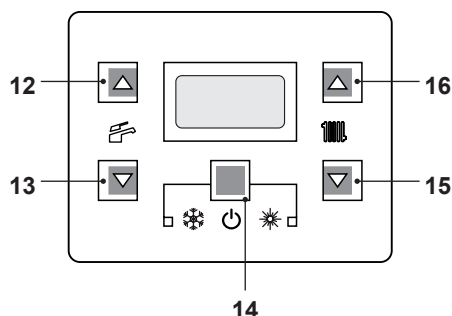
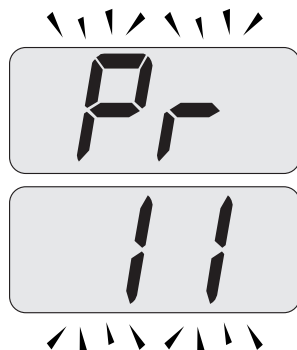
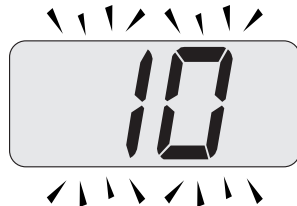

Figura 5.37
Figura 5.39
Figura 5.40
- Entrare in "modalità programmazione" premendo contemporaneamente per 10 secondi i tasti 14 - 15 - 16 (Figura 5.37) fino a far apparire sul display LCD le lettere **Pr** che si alternano con il codice **01**,
- Scorrere i vari parametri utilizzando i tasti 15 o 16 fino a far apparire sul display LCD le lettere **Pr** che si alternano con il codice **11**, indicanti l'entrata nel "parametro 11" (Figura 5.39).
- Premere contemporaneamente i tasti 14 e 16 (Figura 5.37) fino a far apparire sul display LCD il valore del parametro 11 (10=60 secondi) (Figura 5.40).
- Premendo il tasto 14 (Figura 5.37) si ottiene la conferma del valore inserito.
- Premendo contemporaneamente i tasti 14 e 15 (Figura 5.37) si esce senza modificare il valore (ritorno alla lista parametri Figura 5.39)
- Premendo contemporaneamente per 10 secondi i tasti 14 - 15 - 16 (Figura 5.37) si esce dalla "modalità programmazione".